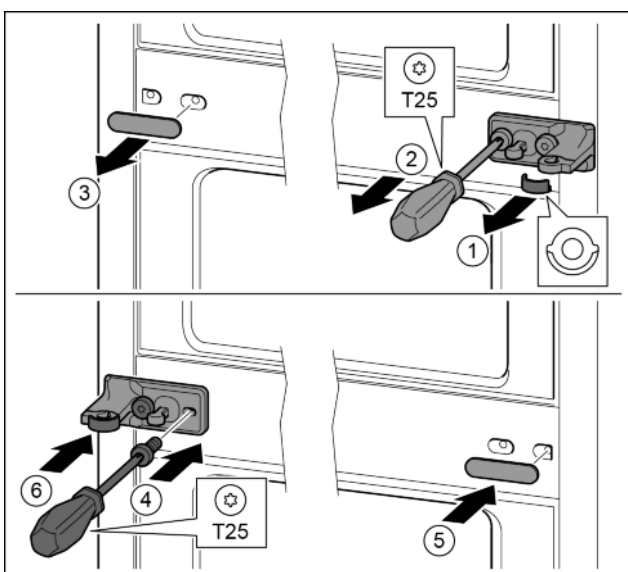

Fig. 26
- ▶ Снять шайбу. Fig. 26 (1)
- ▶ Выкрутить винты отверткой T25. Fig. 26 (2)
- ▶ Осторожно снять крышку. Fig. 26 (3)
- ▶ Плотно прикрутить опорный кронштейн с подкладкой с поворотом на 180° с другой стороны. Fig. 26 (4)
- ▶ Установить крышку с поворотом на 180° с другой стороны. Fig. 26 (5)
- ▶ Спереди надвинуть шайбу. Fig. 26 (6)